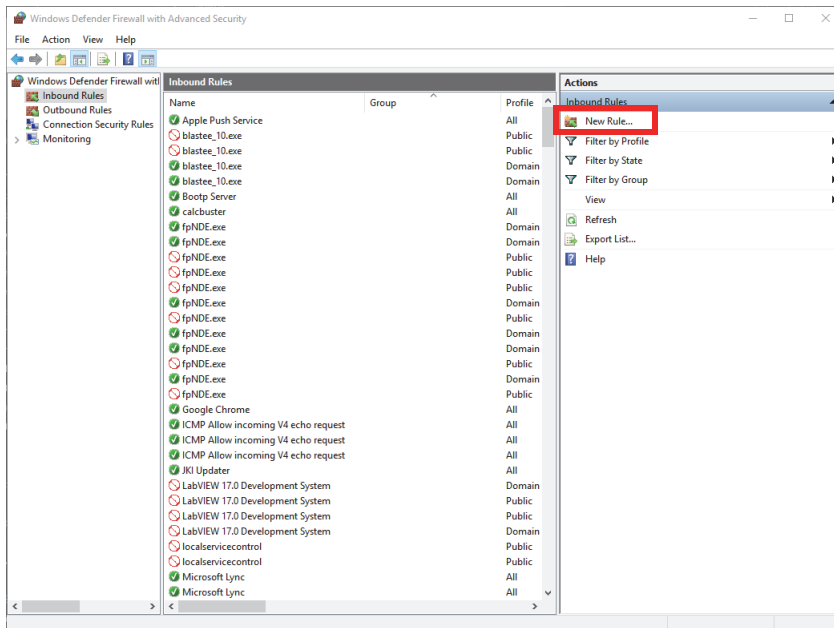

図 1-10 Windows Defender ファイアウォールの詳細設定ダイアログボックス – 例
2. [セキュリティが強化された Windows Defender ファイアウォール] ダイアログボックスで、[受信の規則] を選択し、[新しい規則] を選択します (32 ページの図 1-10)。